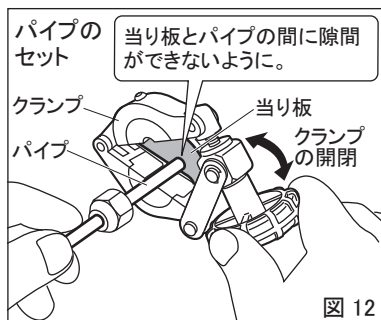

図 12
- ② パイプと同じサイズのクランプを選びパイプが当り板に当たる様にセットしてください(図12)。
* ノブを矢印の方向に回すことでクランプは一気に開閉出来ます(図12)。
- ③ パイプが正しくセットされている事を確認しパイプをクランプしてください(図12、13)。